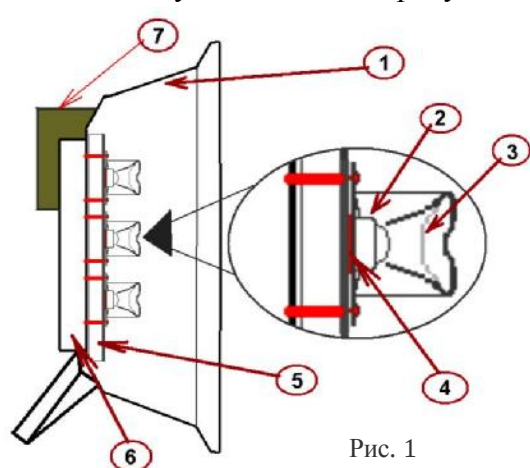

Рис. 1
Светодиодный прожектор, как и металлогалогенный, устроен следующим образом (см. Рис.1) : Герметичный корпус из дюралюминия или силумина (1) содержит матрицу мощных светодиодов (2) с коллиматорными линзами (3), в зависимости от назначения, формирующими световой пучок 15-50 Градусов, светодиоды через термопасту (4) посажены на